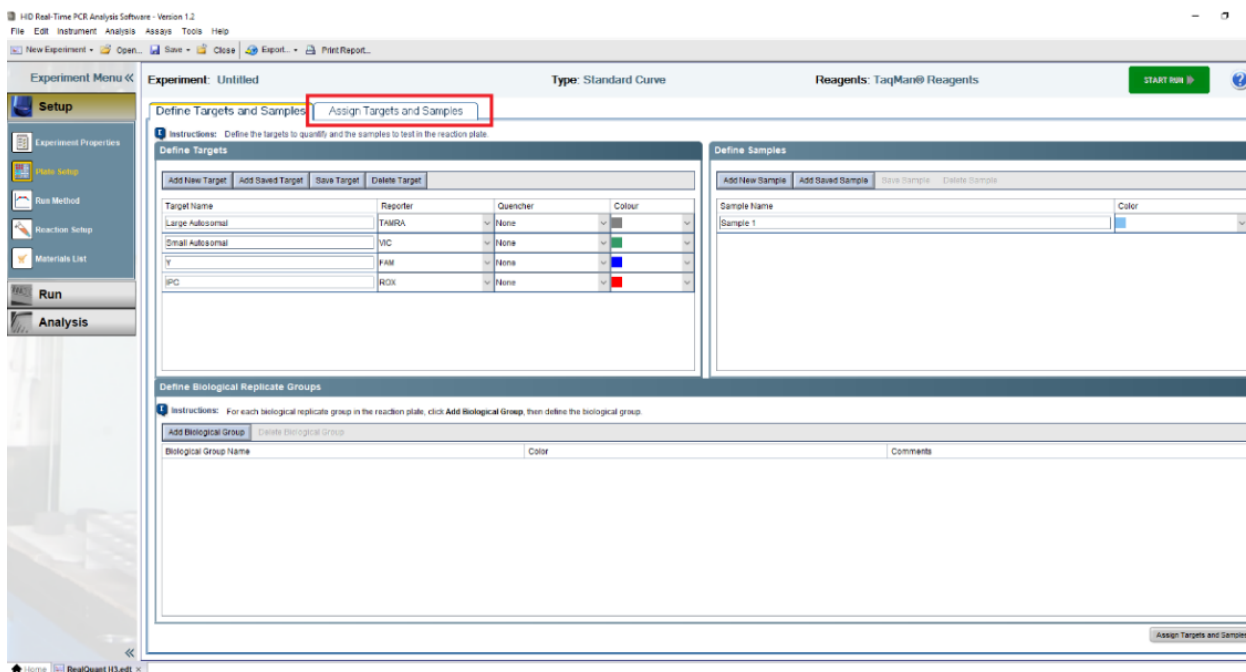

Рисунок 33
5. Перейти на вкладку «Assign Targets and Samples» (рисунок 33).